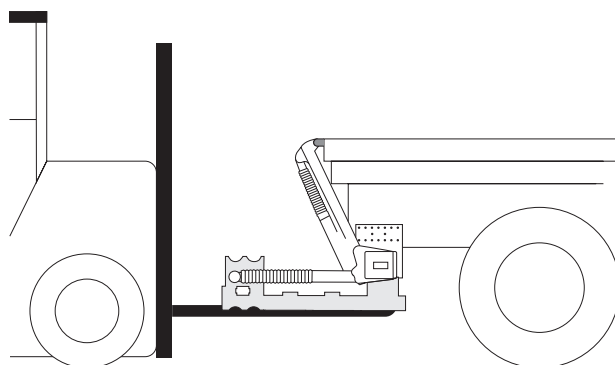

Bild 25. Använd lyftens emballage och en truck
6. Lyftstommen bör placeras så högt som möjligt inom angivna C-mått. Justera stommen till idealhöjd under ramen. Använd lyftens emballage och en truck, Se Bild 25.